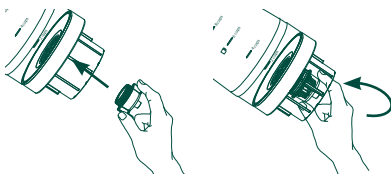

Figura: 4
- 5 Una vez posicionado el filtro, vuelva a colocar el cartucho del filtro de agua de carbón en la parte inferior del depósito de agua. Asegure el cartucho usando la tapa alada, girando la misma 90° en sentido horario. **NO** ajuste en exceso el cartucho. Consulte la Figura: 4